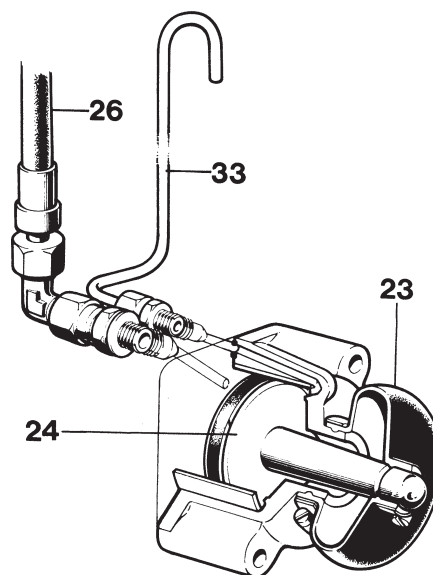

Fig. 3. Trimcylindern
I trimcylindern fig. 3 ingår: hydraulkolv med tryckstång (24) samt tryckutjämningsrör (33).